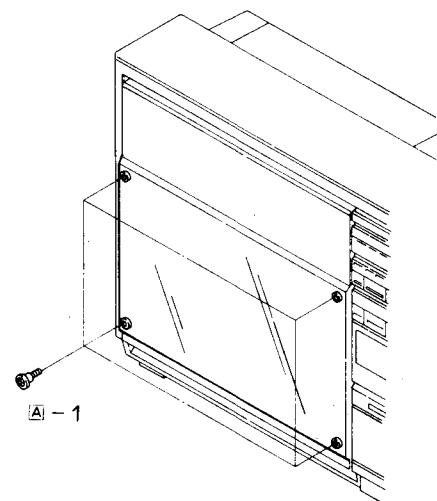

Figure 7-1
1. Remove four screws from the dust cover, and take the cover off. See Fig. 7-1.
1. Die vier Schrauben der Abdeckhaube entfernen, wonach diese dann abgenommen werden kann. Siehe Abbildung 7-1.
1. Enlever les quatre vis du protège-poussière, puis retirer celui-ci. Voir la Fig. 7-1.